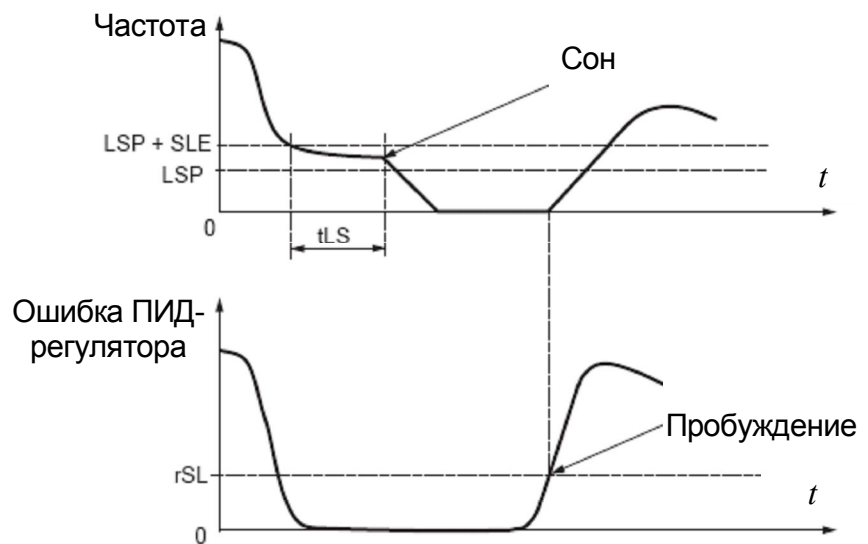

Рис. 9.10. Действие функции «Ночной/дневной режимы»
- ошибка ПИД-регулятора превышает уровень, заданный параметром  $rSL$ , [*PID wake up thresh.*], [*Уставка пробуждения ПИД-рег.*] (см. рис. 9.10);